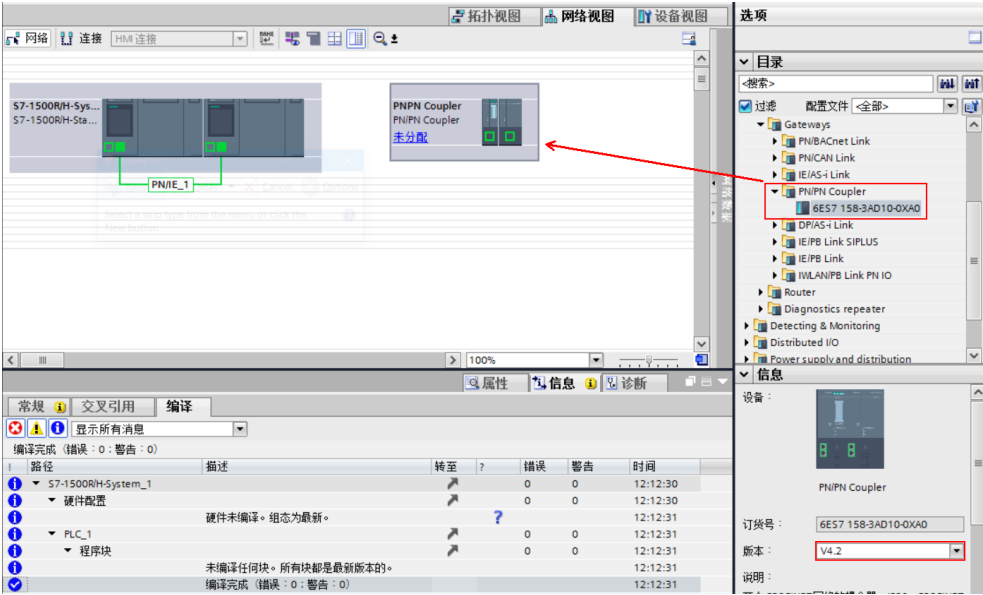

图 2-2 创建新项目，添加 S7-1500R/H CPU 和 PN/PN Coupler
1) 在 STEP7 V16 中创建一个新项目，添加 CPU1517H。网络视图中创建网络 PN/IE_1。在右侧硬件列表中找到 PN/PN Coupler 拖入网络视图中，注意版本一定要是 V4.2，如图 2-2 所示。